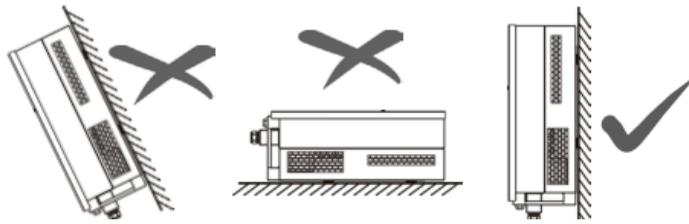

Рисунок 12
- ❖ Инвертор допускается устанавливать только в вертикальном положении, при этом угол наклона не должен превышать 15°(рисунок 12).